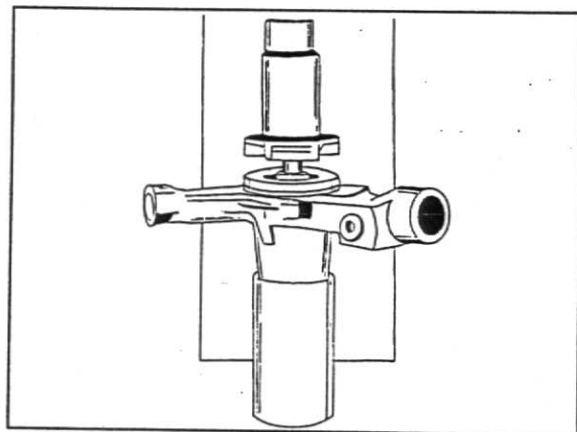

Fig. 19
7. Monte o rotor utilizando uma prensa e as ferramentas nº 81 30 417 e 81 30 420, fig.19.